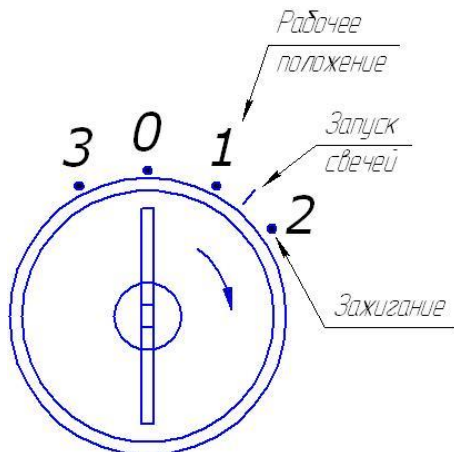

Рис.3-5. Ключ зажигания
4.) Для предварительного подогрева двигателя свечами подогрева (Уралец 180, Уралец 220) поверните ключ зажигания в положение между зажиганием и рабочим положением (рис. 3-5), при этом указатель на амперметре должен уйти в
- 5.) Поверните ключ зажигания в пусковое положение 2 (рис.3-5) по часовой стрелке. Держите его правой рукой. Коленвал двигателя должен начать вращаться. Спустя 3 секунды после начала вращения необходимо вернуть рычаг декомпрессора в исходное положение (для закрытия клапанов). Ключ зажигания необходимо удерживать до запуска двигателя. После отпускания ключ вернется в рабочее положение 1.